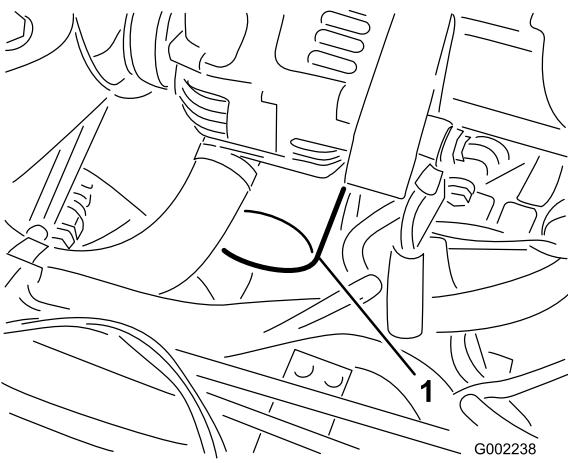

Bild 40
7. Entfernen Sie den alten Ölfilter (Bild 40).
10. Setzen Sie den ErsatzölfILTER auf den Anbaustutzen auf. Drehen Sie den Ölfilter nach rechts, bis die Gummidichtung den Anbaustutzen berührt. Ziehen Sie ihn dann um eine weitere 1/2 Umdrehung fester (Bild 40).